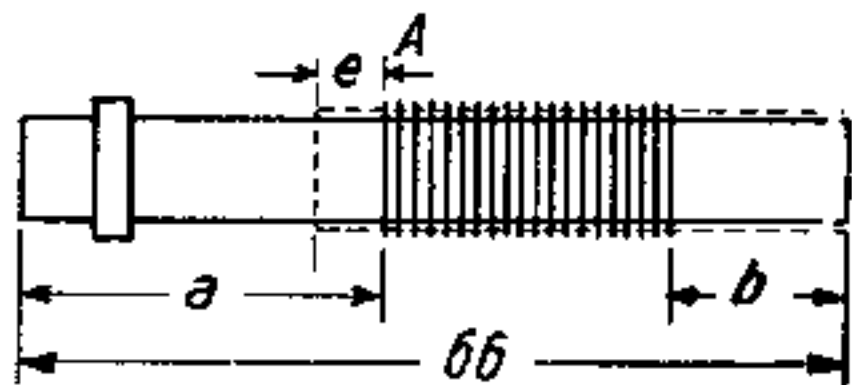

Abb. 3
4. Lage der Spulen auf den Spulenkörpern: (Abb. 3)